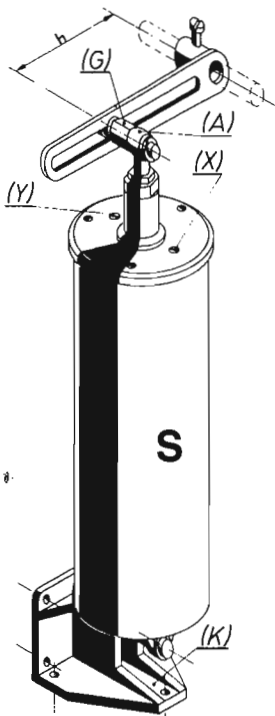

Abb. 3
Der Endschalter für eingefahrenes Schubrohr ist fest montiert. Zur Feineinstellung dieser Endlage kann die Augenschraube (A) in Abb. 3 am Schubrohrende, nach Lösen der Kontermutter, um 5 mm hinein- oder um 5 mm herausgedreht werden. Die Kontermutter ist anschließend mit 2 Gabelschlüsseln (Schlüsselweiten 10 und 12 mm) fest anzuziehen.
Konsole (K) und Gewindebolzen (G) für die Augenschraube gemäß Abb. 3 am Stellgerät (S) befestigen.
Gewindebolzen (G) gemäß Abb. 3 im Abstand (h) vom Drehpunkt an Verstellhebel festschrauben.